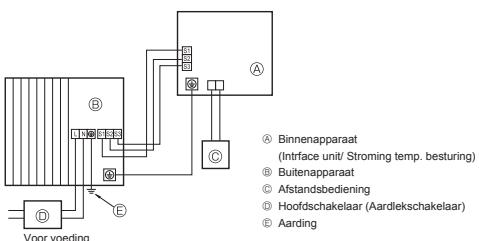
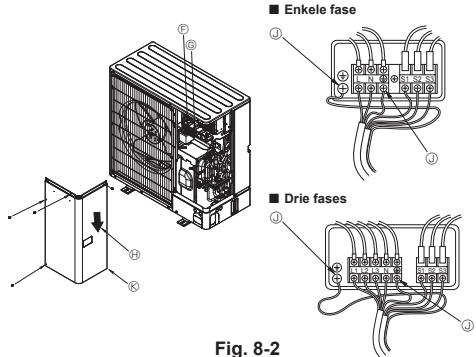

Fig. 8-1
Fig. 8-2
### 8.1. Buitenapparaat (Fig. 8-1, Fig. 8-2)
① Verwijder het onderhoudspaneel.
② Sluit de kabels aan aan de hand van Fig. 8-1 en Fig. 8-2.